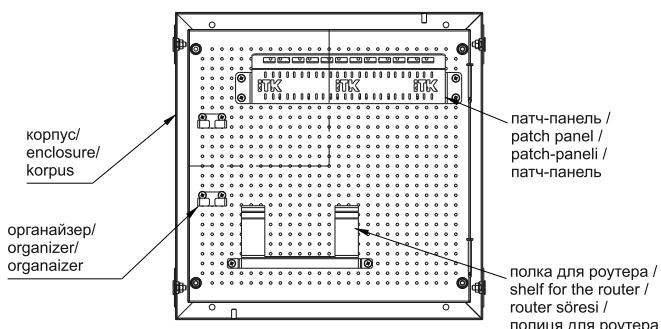

Рисунок 2 – Корпус / Figure 2 – Enclosure / 2-suret – Корпус
4.2 Всередині корпусу встановлена монтажна панель з регульованими по висоті полицями для встановлення Wi-Fi роутера (роутер в комплект не входить), настінною патч-панеллю на 12 портів з кронштейном, органайзером кабельним (рисунок 2).